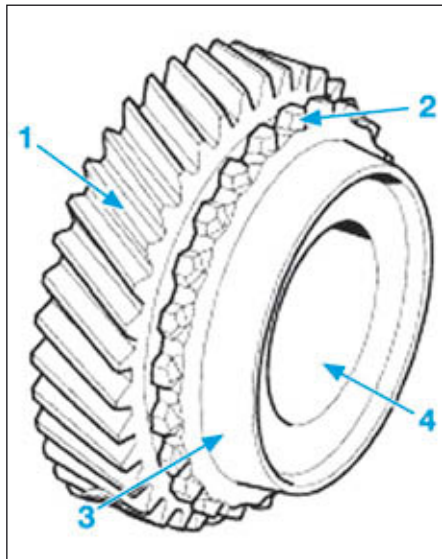

FIG.24
- Vérifier que (Fig.24) :
- les dentures (1) ne sont ni cassées, ni ébréchées.
- les crabots (2) ne sont cassés, ni ébréchés, ni usés.
- le cône de friction (3) ne présente pas de rayure ou de bluissement.
- la paroi interne (4) ne présente pas de trace de grippage ou d'usure.